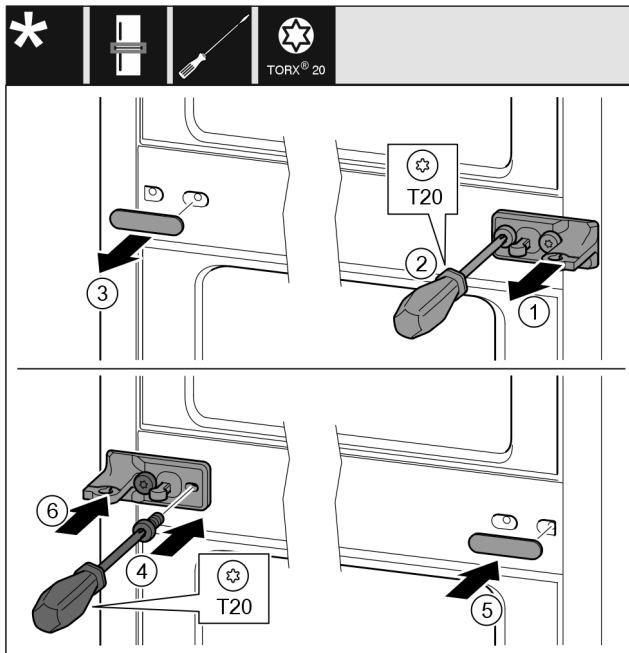

Fig. 38
- Scheibe Fig. 38 (1) abziehen.
- Schrauben Fig. 38 (2) mit Schraubendreher herausdrehen.
- Abdeckung Fig. 38 (3) vorsichtig abziehen.
- Lagerbock mit Folie Fig. 38 (4) um 180° gedreht auf der anderen Seite fest anschrauben.
- Abdeckung Fig. 38 (5) um 180° gedreht auf der anderen Seite anbringen.
- Scheibe Fig. 38 (6) von vorn aufschieben.